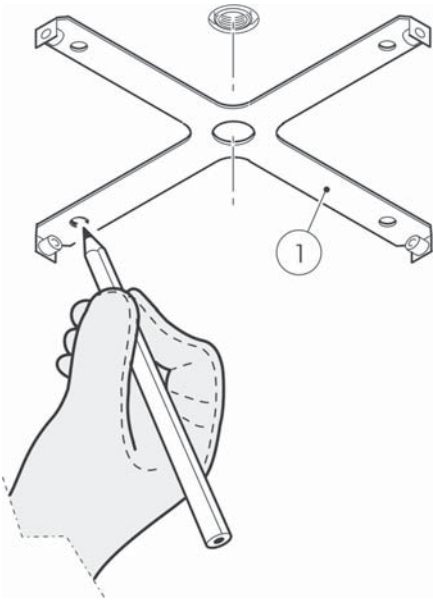

Fig. 1
1) Allineare il foro centrale del supporto a soffitto 1 con la presa acqua presente nel soffitto e segnare i fori di fissaggio (fig.1).
- 1) Line up the central hole of the ceiling support 1 with the water intake on the ceiling and mark the fixture holes (fig.1).
1) Die zentrale Bohrung der Deckenbefestigung 1 mit dem Wasseranschluss ausrichten, der sich an der Decke befindet und die Befestigungsbohrungen markieren (Abb. 1).
- 1) Aligner le trou central du support à fixer au plafond (1) avec l'arrivée d'eau du plafond et marquer les trous de fixation (fig. 1).